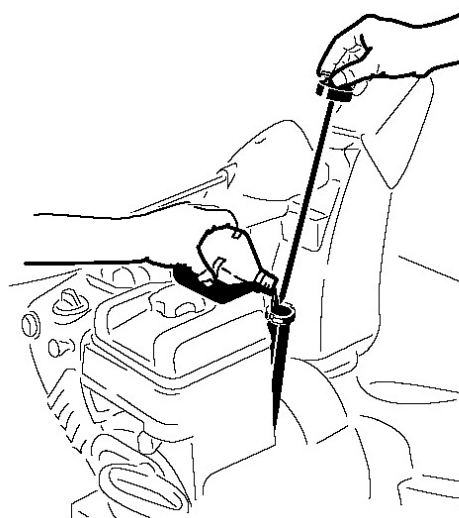

Рисунок 13.
1. Вытащите щуп и **медленно** залейте масло в заливную трубку до маркировки Full на щупе. Не переливайте масло (Рис. 13).